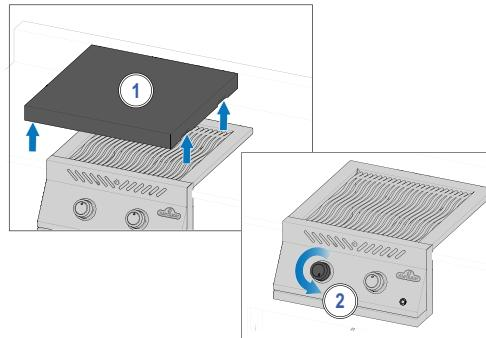

Fig. 2
- Si le brûleur ne s'allume pas - tournez le bouton de commande du brûleur dans le sens horaire jusqu'à la position OFF. Attendez 5 minutes. Répétez les étapes 2 et 3. (Fig. 2).